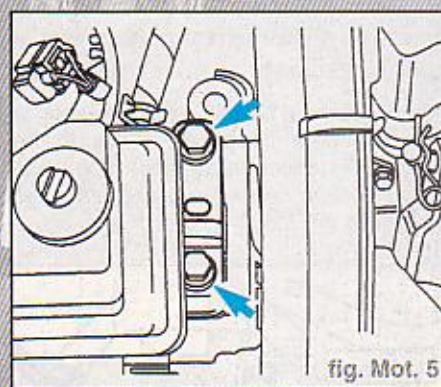

fig. Mot. 5
- Dévisser d'en haut, côté moteur, la fixation de l'ensemble mécanique du support de moteur (fig Mot. 5).